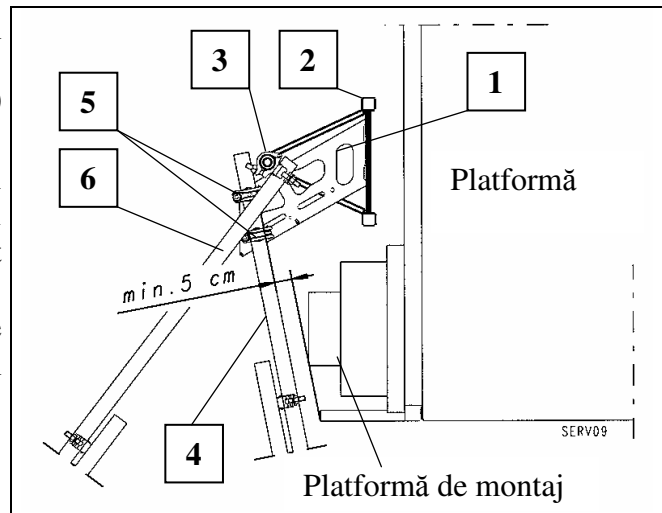

Fig. 25 Suportul pilonului
Pericol de coliziune! (vezi Fig. 25)
- Ajustarea verticală a pilonului poate fi realizată prin cele două dispozitive de cuplare ale schelei (Fig. 25 Poz.5).